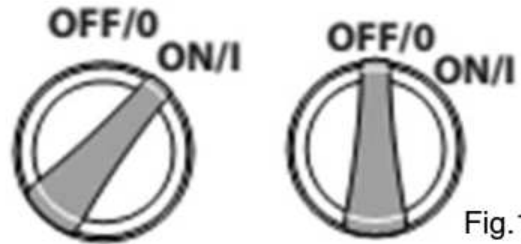

Fig.1
5. Placez l'interrupteur sur le "I". (Fig.1)
2. Placez le commutateur sur la position "O". (Fig.1)
2. Placez l'interrupteur sur la position "O". (Fig.1)